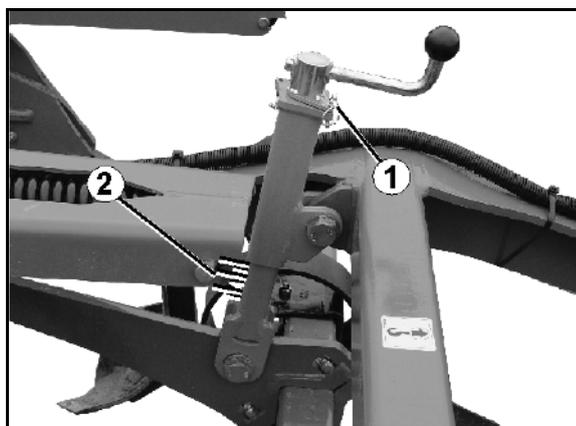

Fig. 33
1. Retirar el pasador clavija (Fig. 33/1).
- Para orientarse hay una escala en las unidades de ajuste (Fig. 33/2).